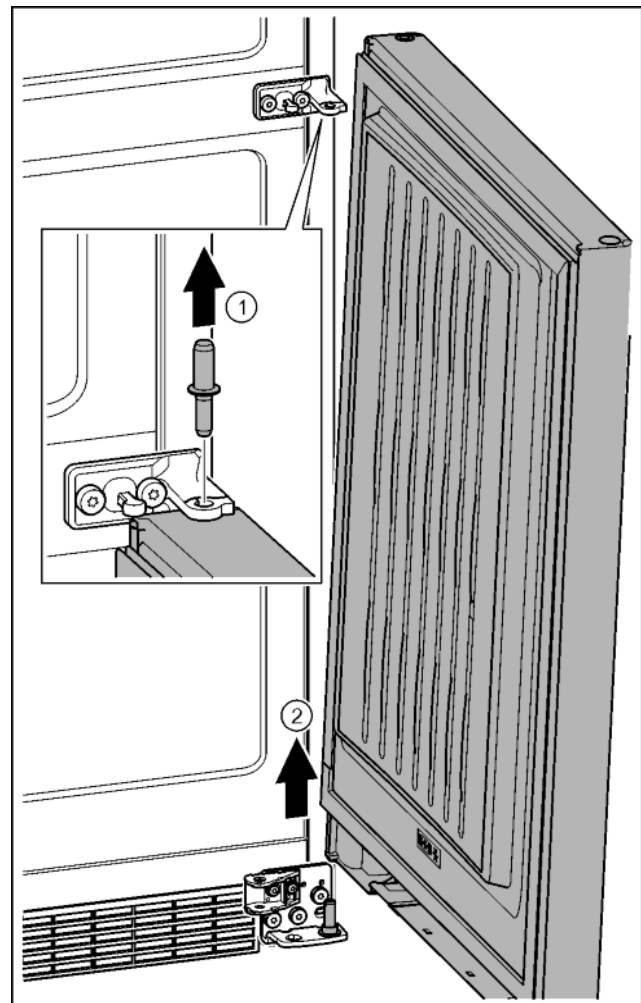

Fig. 25
- ▶ Извлекь пальцы движением вверх. Fig. 25 (1)
- ▶ Отклонить дверь, приподнять вверх и отставить в сторону. Fig. 25 (2)